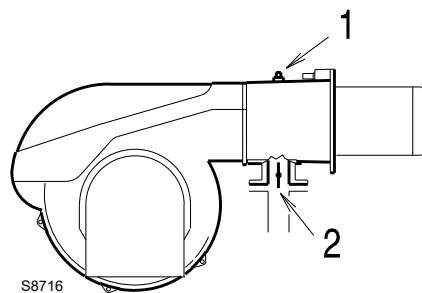

Abb. 24
Gasdruck gemessen an Anschluss 1)(Abb. 24), mit:
Strömungsverlust Gasdrossel 2)(Abb. 24) bei maximaler Öffnung: 90°.
- Ziehen Sie vom Gasdruck am Anschluss 1)(Abb. 24) den Druck in der Brennkammer ab.
Zur Ermittlung des für den an der Entnahmestelle 1)(Abb. 24), erforderlichen Gasdrucks, nachdem die gewünschte Leistung des Brenners festgelegt wurde:
- Rechts, in Spalte 1, den Druck an der Entnahmestelle 1)(Abb. 24) ablesen
erforderlicher Druck an der Entnahmestelle 1)(Abb. 24).